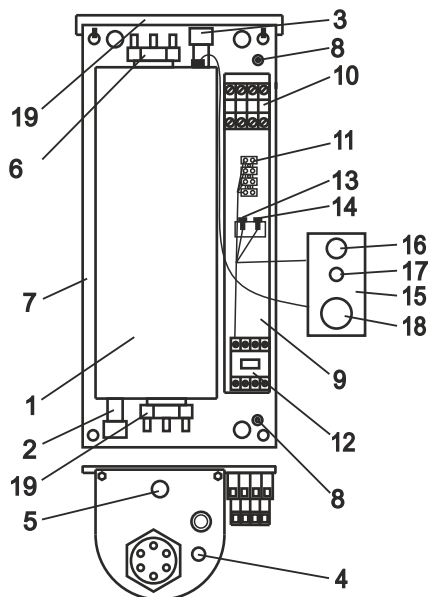

Рисунок 2 (кожух не показан):
4.2 Приборы ЭВАН-С2 -3; -4; -5; -6; -7; -9; -12; -15; -18; -21; -24; -30 в соответствии с рис. 2 состоят из следующих основных частей:
- котла (1) с входным (2) и выходным (3) патрубками G 1 наружн. для ЭВАН-С2-3-7, G 1¼ внутр. для для ЭВАН-С2-9-30, датчиком терморегулятора (4), аварийным самовозвратным термовыключателем (5), отключающим прибор при 92° С, и блоками трубчатых электронагревателей (ТЭН) (6);
- панели (7) с зажимом заземления (8) для подключения защитного проводника РЕ;
- кронштейна (9) с размещенными на нем клеммным блоком (10) зажимом клеммным (11) для подключения циркуляционного насоса и датчика температуры воздуха, пускателем (12), предохранителем цепи управления (13) и предохранителем циркуляционного насоса (14);
- панели управления (15) с расположенными на ней элементами управления и сигнализации:
- выключателем «Сеть» (16);
- сигнальной лампой “НАГРЕВ” (17);
- терморегулятором (18), служащим для установки температуры нагрева теплоносителя.